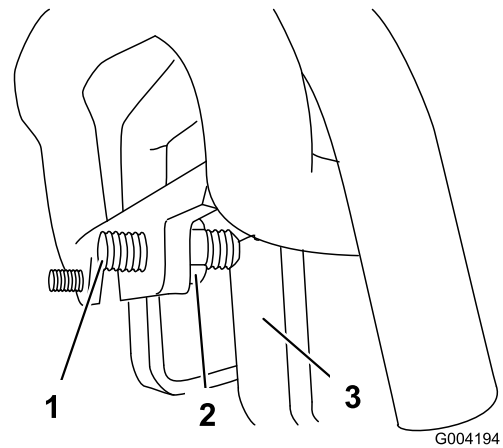

Bild 58
3. Falls die Maschine nach **links** zieht, lockern Sie die **rechte** Klemmmutter und stellen Sie die Spurweiten-Stellschraube vorne am Fahrtrieb ein (Bild 58).
4. Falls die Maschine nach **rechts** zieht, lockern Sie die **linke** Klemmmutter und stellen Sie die Spurweiten-Stellschraube vorne am Fahrtrieb ein (Bild 58).